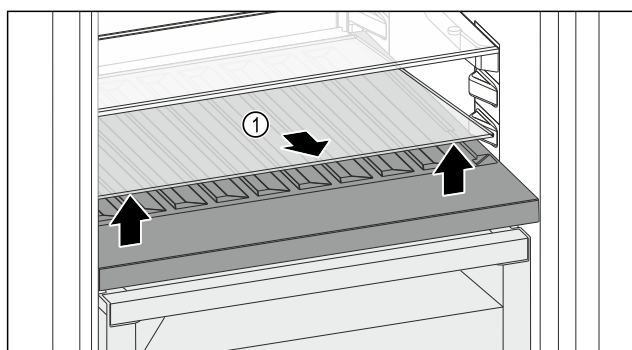

Fig. 113
- ▶ Podnieść płytę szklaną Fig. 113 (1) z przodu przy zagłębieniu i wyciągnąć.
- ▶ Przechować płytę szklaną Fig. 113 (1) w bezpiecznym miejscu poza urządzeniem.